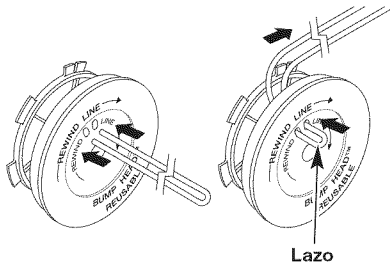

Fig. 17
6. Tome aproximadamente 5.4 m (18 pies) de nueva línea de corte, enlácela en dos longitudes iguales. Inserte cada extremo de la línea a través de uno de los dos orificios del carrete interior (Fig. 17). Pase la línea a través del carrete interior de modo que el lazo sea lo más pequeño posible.